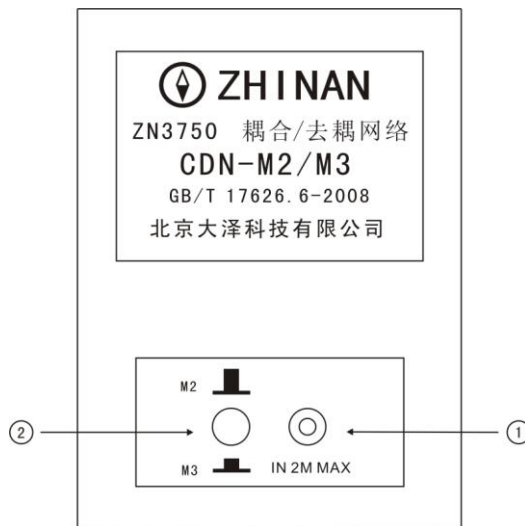
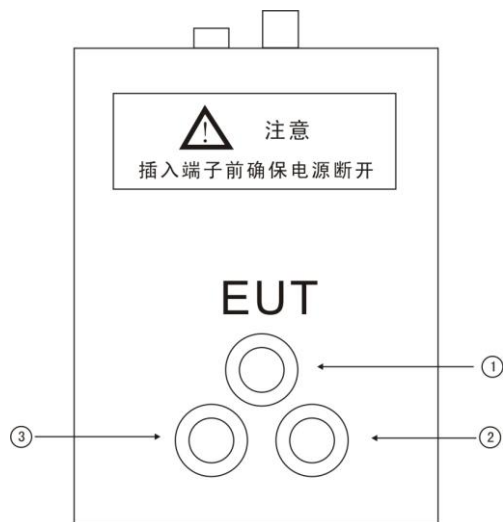
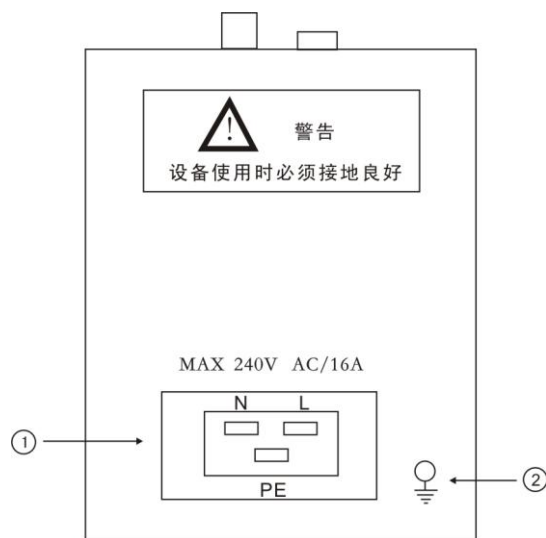

图 1 仪器的俯视图
图2 仪器的前面板
图3 仪器后面板
见：图 1 图 2 图 3
1.仪器的俯视说明 (见图 1)
①信号端口接头 为 BNC 50Ω (连接测试仪器)
②按钮开关 CDN-M2;CDN-M3 转换开关
2.仪器前面板说明 (见图 2)
①PE 接被测设备的电源线的接地端 (黄色)
②L 接被测设备的电源线的火线-L 端 (红色)
③N 接被测设备的电源线的零线-N 端 (黑色)
3.仪器后面板说明(见图 3)
①AE 端口 CDN 网络的供电输入端
②接地端子